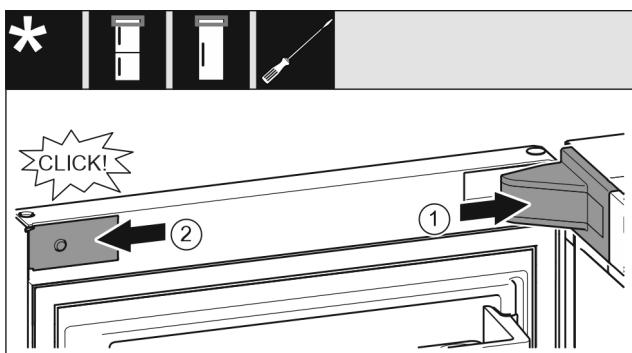

Fig. 20
- 放上并插入托架盖，如有必要小心地按压分开。Fig. 20 (1)
- 将隔板放置到侧面并插入。Fig. 20 (2)